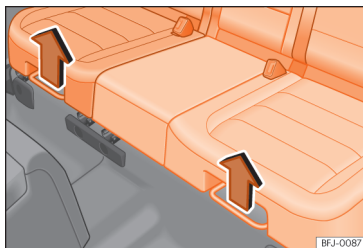

Abb. 91 Unterhalb des Rücksitzes: Verstellhebel.
- Hebel rechts oder links in Pfeilrichtung >>> (Abb. 91) nach oben ziehen und den entsprechenden Teil der Rücksitzbank nach vorn bzw. hinten verschieben.